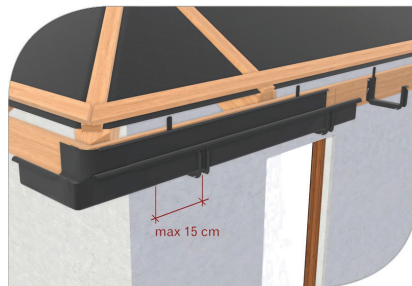

рис. 11
3.5 Углы в системе Galeco STAL2 устанавливать непосредственно с желобом с помощью клея, затем прижмите склеенные места и согните задние фиксирующие лепестки угла (рис. 11).